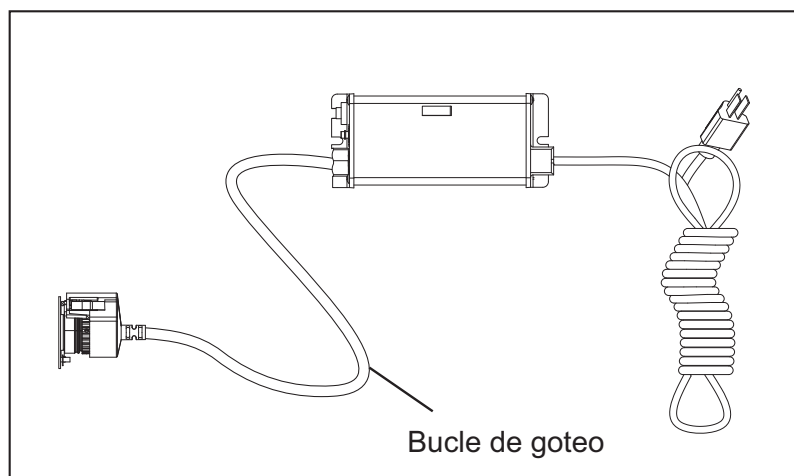

Figura 5 Bucle de goteo
4. Monte el controlador VIQUA ICE de forma horizontal a la pared, cerca de la cámara UV. Lo ideal sería colocar el controlador sobre la cámara y lejos de cualquier punto de conexión de agua para evitar que se vierta agua en el controlador por medio de fugas en un punto de conexión o un sistema de "transpiración". Asegúrese de permitir un "bucle de goteo", como se muestra en Figura 5, en la lámpara UV, el sensor UV y el cable para evitar, de nuevo, que entre agua en el controlador.
- El controlador se debe montar encima o al lado de la cámara UV. Siempre monte el controlador horizontalmente para evitar que la humedad se filtre por la canalización de los cables y provoque un peligro de incendio. Es muy recomendable usar bucles de goteo en los cables conectados al controlador. Consulte Figura 5.